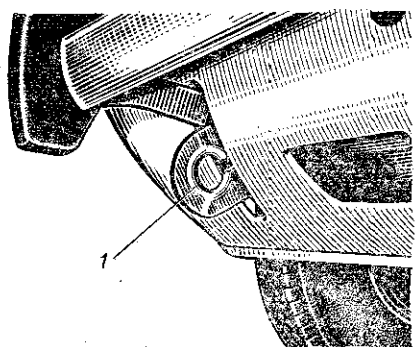

Рис. 33. Расположение правой буксирной проушины на автомобиле:
**Буксирование автомобиля.** Для буксирования автомобиля в передней части подмоторной рамы предусмотрены буксирные проушины (рис. 33). При буксировании автомобиля по шоссе или дорогам с твердым покрытием буксирный трос (канат, веревку) можно пропускать только в одну проушину.